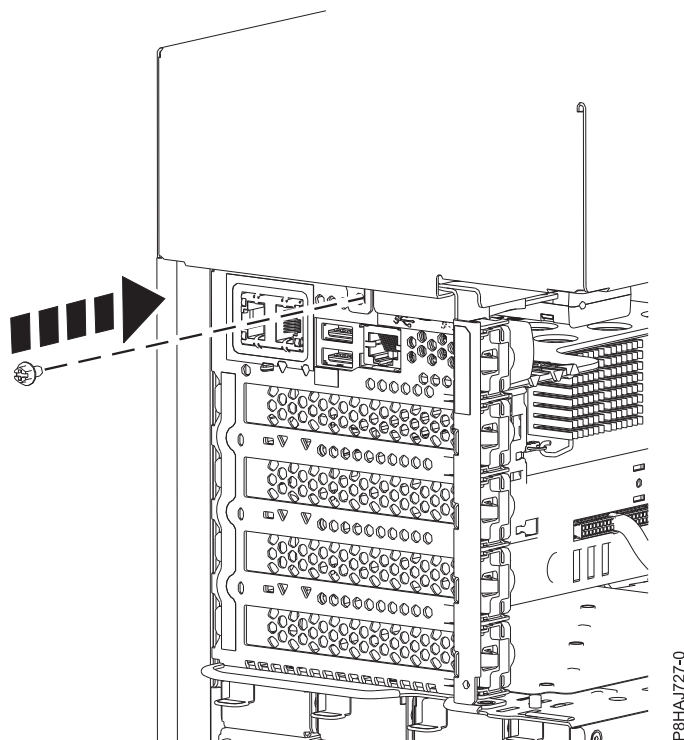

Abbildung 109. Schraube der Seitenabdeckung bei einem eigenständigen System vom Typ 8286-41A anbringen
5. Bringen Sie die hintere Schraube der Seitenabdeckung mit einem Kreuzschlitz-Schraubendreher an (siehe Abb. 109 auf Seite 141).